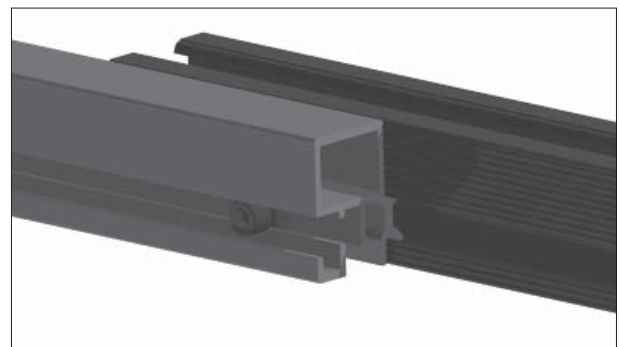

Bild 6.4-3
- Innensechskantschraube des Teleskop-Endstücks anziehen siehe Bild 6.4-3. (Anzugsdrehmoment 20 Nm)